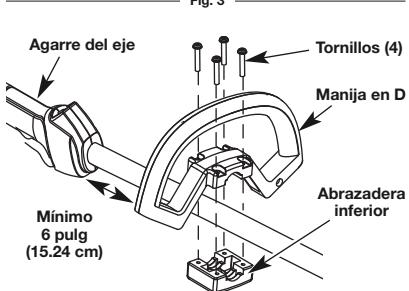

Fig. 5
1. Coloque la manija en D sobre la caja del eje y hacia la abrazadera de la parte inferior (Fig. 5). Colóquela a una distancia mínima de 6 pulgadas (15.24 cm) desde el extremo del eje del acoplador.